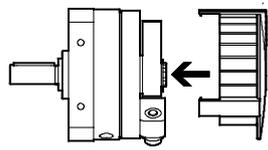

Fig. 19
9. 将 DSM 的护盖（如果有的话）重新扣在外壳的卡环上（Fig. 19）。